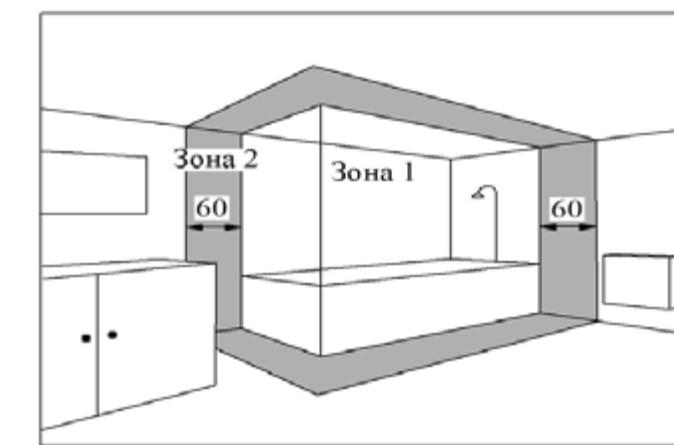

Рис. 5
5.7. Конвектор в брызгозащищенному исполнении допускается устанавливать в ванных комнатах, душевых, бассейнах (рисунок 5). При этом установка конвектора запрещается: